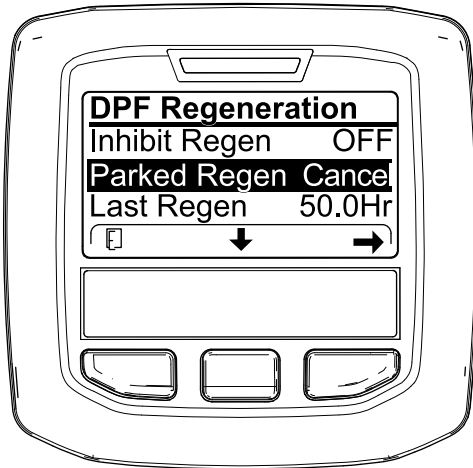
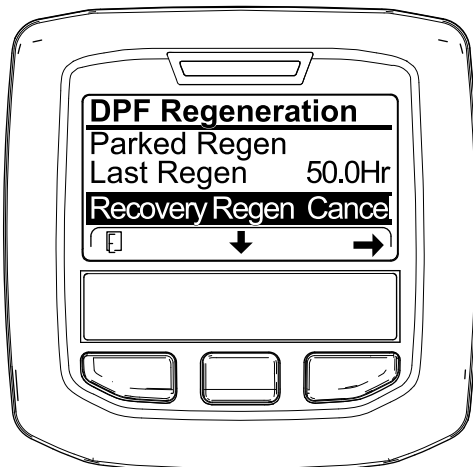

Figure 35
Figure 36
1. Ouvrez le menu DPF Regeneration (régénération du FAP) (Figure 35).
2. Appuyez sur le bouton central pour naviguer jusqu'à l'option PARKED REGEN CANCEL (Figure 35) ou RECOVERY REGEN CANCEL (Figure 36).
3. Appuyez sur le bouton droit pour sélectionner l'option Regen Cancel (annulation de régénération) (Figure 35 ou Figure 36).